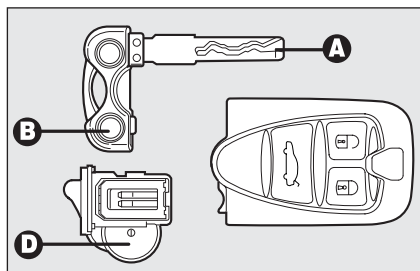

fig. 10
Per sostituire la pila **fig. 10** procedere come segue:
- sfilare la pila **D-fig. 10** dal cassetto memorizzando la posizione delle polarità (nella posizione raffigurata il polo positivo deve essere rivolto verso il basso);